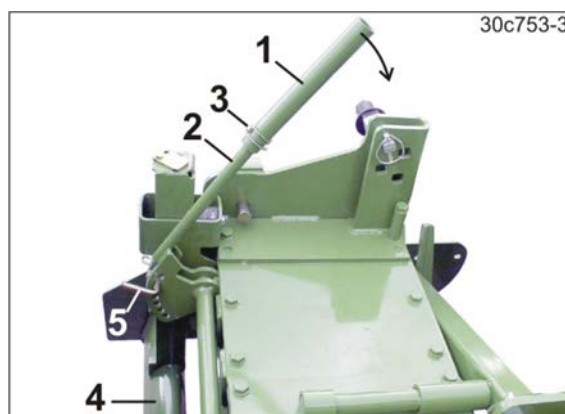

Fig. 69
3. Monter forlængerrøret (Fig. 69/1) omvendt på håndtaget (Fig. 69/2) og sikr den med ringsplitten (Fig. 69/3).
- Planeringsskinnen (Fig. 69/4) løftes.
5. Fastgør planeringsskinnen med bolten (Fig. 69/5) og sikr bolten med fjederstikket.